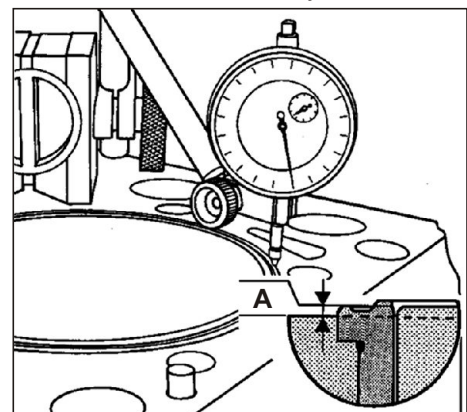

Рис. 39. Контроль установки гильзы.
4. Проверить выступ гильз (см. Рис. 39). Соблюсти размер "А" (см. Приложение В).